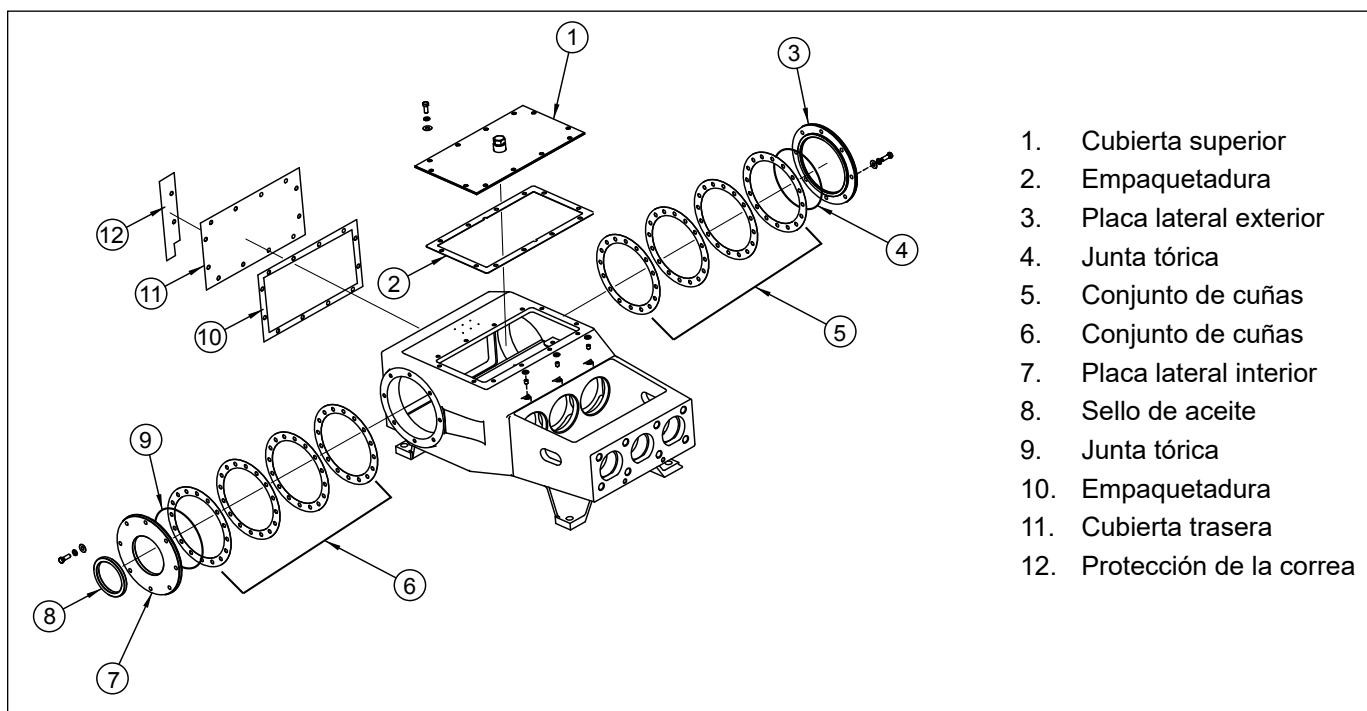

Figura 133: Cubiertas del extremo de potencia.
4. Quite los doce (12) tornillos de casquete y las arandelas que aseguran la cubierta superior (Figura 133) de la estructura de potencia. Quite la cubierta y la empaquetadura.
5. Quite los doce (12) tornillos de casquete y las arandelas que aseguran la cubierta posterior (Figura 133) y la protección de la correa de la estructura de potencia. Quite la cubierta, la protección y la empaquetadura.
7. Quite los ocho (8) tornillos de casquete y las arandelas que aseguran la placa lateral interna (Figura 133) de la estructura de potencia.
9. Quite los ocho tornillos de casquete y las arandelas que aseguran la placa lateral externa (Figura 133) de la estructura de potencia.